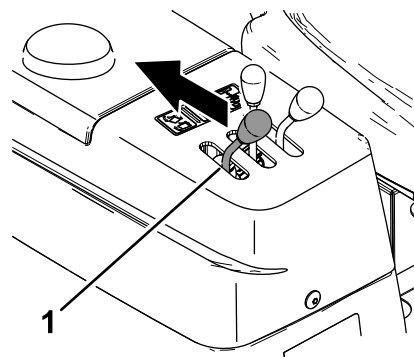

Figura 50
1. Fatevi aiutare da un'altra persona a tirare all'indietro e a trattenere la leva di scarico della tramoggia (Figura 50).